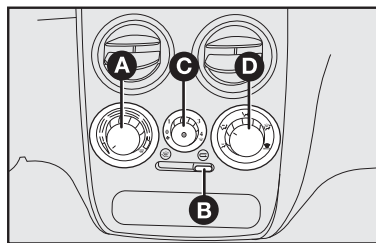

fig. 42
COMANDOS - fig. 42
1) Seletor para a temperatura do ar **A-fig. 42** totalmente posicionado à esquerda.
2) Seletor do ventilador **C-fig. 42** posicionado na velocidade máxima.
3) Seletor de distribuição do ar **D-fig. 42** apontado para ↗; controlar para que todas as saídas de ar estejam totalmente abertas.
4) Ligar o ar-condicionado apertando o seletor a partir da posição **1 C-fig. 42** (a luz-espia no seletor irá acender).